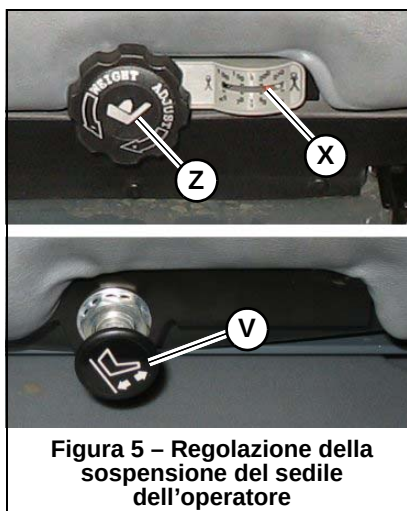

Figura 5 – Regolazione della sospensione del sedile dell'operatore
Sospensione meccanica: Stando seduti sul sedile dell'operatore, ruotare la manopola (Z, Figura 5) quanto basta per regolare la sospensione del sedile in modo che l'indicatore del peso (X) sia impostato sul peso approssimativo dell'operatore.